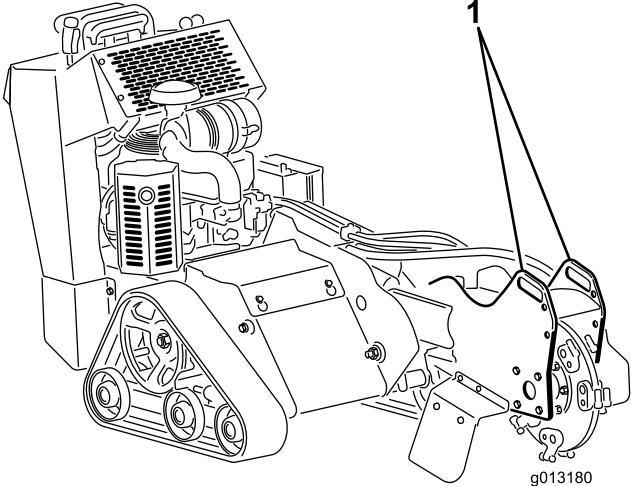
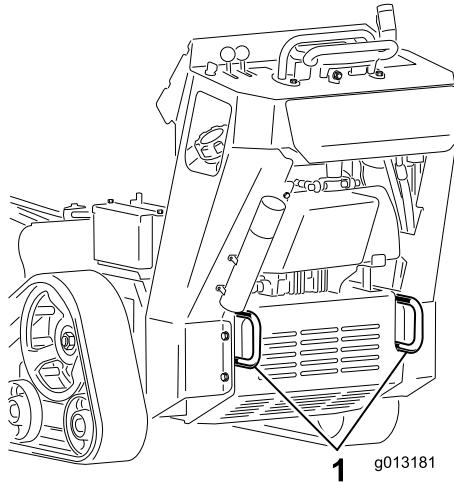

Figure 23
Figure 24
3. Pour arrimer la machine sur la remorque, passez des chaînes ou des sangles dans les points d'attache/de levage situés à l'avant et à l'arrière de la machine (Figure 23 et Figure 24).
Vous pouvez soulever la machine en vous servant des points d'attache/de levage (Figure 23 et Figure 24).